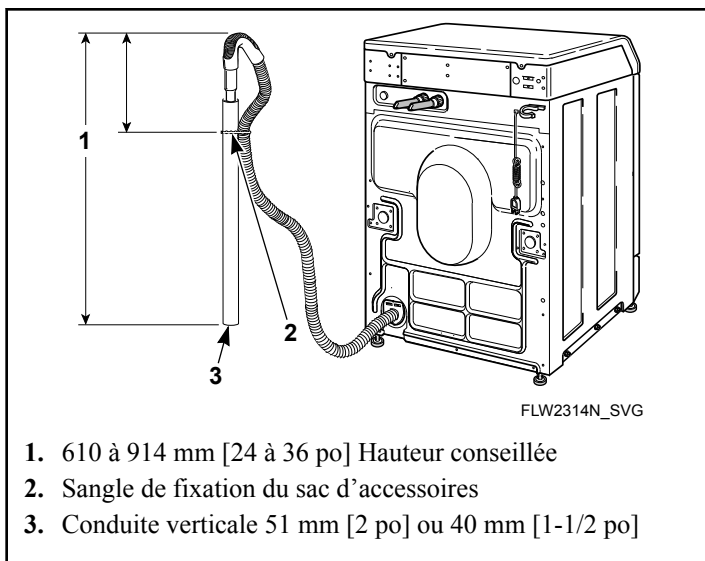

Figure 8
2. Retirer la sangle à renforcements du sac d'accessoires, la placer autour de la conduite verticale et du tuyau de vidange puis la serrer pour que le tuyau soit retenu à la conduite. Se reporter à la Figure 8 . Ceci empêche le tuyau de se déloger de la colonne montante durant la vidange.